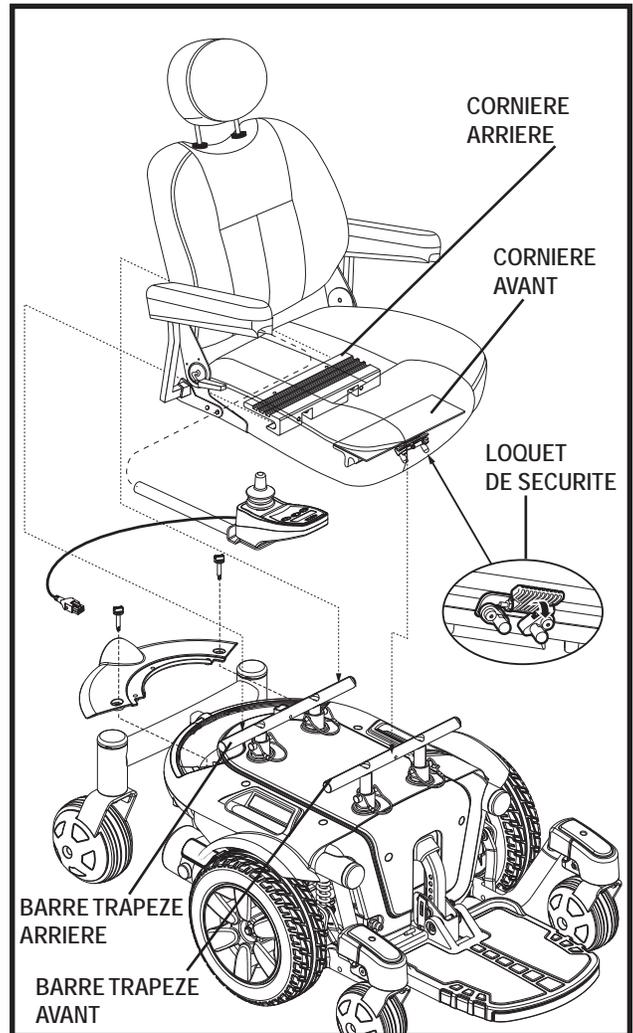

Figure 7. Système de montage universel
Il se peut que vous ayez à installer le siège avant la première utilisation ou après avoir transporté votre fauteuil motorisé. La plupart des sièges sont fixés à la base à l'aide du «Système de Montage Universel» (SMU). Le système de montage universel (SMU) est composé de pièces compatibles au siège à dossier moyen ou à dossier haut sans égard à la largeur ou à la profondeur du siège. Les deux pièces principales sont des cornières d'aluminium montées sur la base du siège. Celles-ci se fixent sur la paire de barres trapèze fixées sur la base motorisé. **Voir la figure 7.**
1. Inclinez le siège vers l'arrière et glissez la cornière arrière sur la barre trapèze arrière. **Voir la figure 7.**
3. Basculez le loquet vers la bas. **Voir la figure 7.**